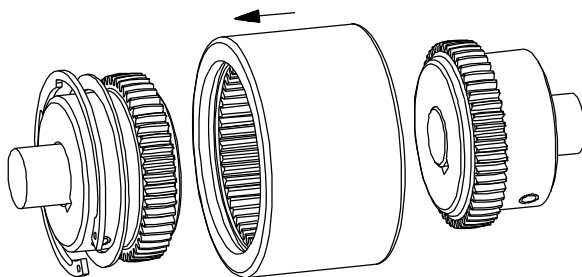

Bild 5.3
- Setzen Sie die Kupplungshülse auf die Verzahnung der Kupplungsnahe mit den auf den Nabenbund aufgeschobenen Sicherungs- und Anlaufring. (siehe Bild 5.3)